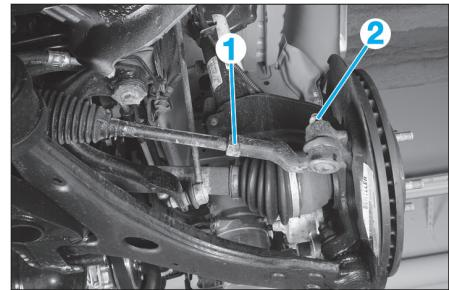

FIG. 11
- Débloquer l'écrou (1) (**Fig.11**).